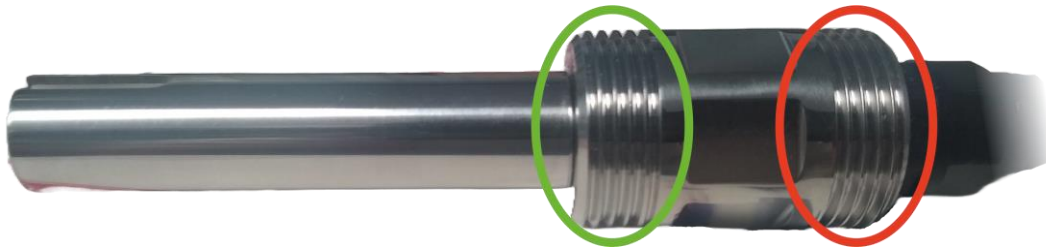

Figura 3.1 Roscas de la sonda de medición de conductividad
Las sondas de medición de conductividad cuentan con dos roscas para su instalación (exceptuando el modelo LA-CD-GR-M-R5-005 y el modelo LA-CD-M-R1-005 que tienen una única rosca externa (ver capítulo 15)). La rosca interna que es la que se encuentra dentro del óvalo verde en la figura 3.1 y la externa que es la que se encuentra dentro del óvalo rojo en la misma figura. Dependiendo del tipo de instalación, se utiliza una u otra rosca.
- 1) Instalación lateral: Esta es perfecta para reactores TAD o TAC que tengan un sitio para la conexión roscada. Para este tipo de instalación se utiliza la rosca interna (ver figura 3.1)
- 2) Inserción superior en tanques de altura de líquido variable: Esta forma de instalación se utiliza en tanques cerrados con bridas de acceso para la instalación de la sonda. Para este tipo de instalación se debe utilizar un caño de PVC con rosca hembra en uno de los extremos para roscar el electrodo con la rosca externa (ver figura 3.1) pasando el cable por dentro del caño permitiendo que pueda sumergirse la sonda sin que el cable ni el prensacable entren en contacto con el fluido. Al sumergir el electrodo hasta el nivel mínimo que puede alcanzar el líquido (siempre que este nivel sea superior a la altura de la sonda) nos
- 3) Inserción en cañería: La sonda puede instalarse en cañerías que cuenten con una intervención donde pueda roscarse la rosca interna de la sonda (ver figura 3.1), siempre que la cañería sea lo suficientemente grande como para que quepa el sensor.
- 4) Inserción en lagos, lagunas o tanque abiertos: De la misma manera que en el inciso 2) de la imagen 3.2, podemos colocar el sensor en un tubo de PVC utilizando la rosca externa (ver figura 3.1) y pasando el cable por dentro del tubo, para poder sumergirlo sin que el cable ni el prensacable se mojen, y no depender de la variación del nivel.